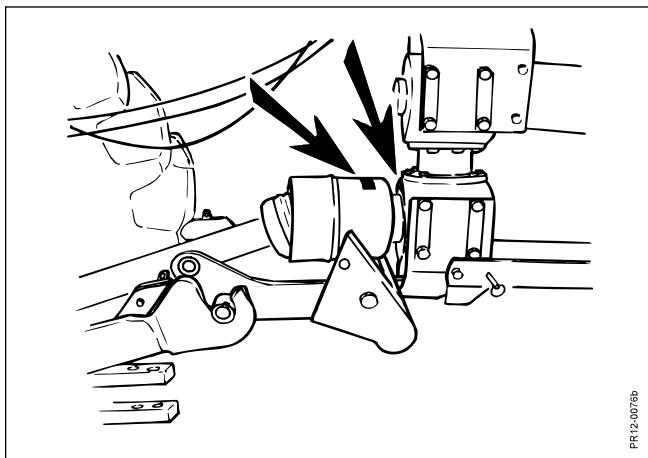

Fig. 2-5
**Fig. 2-5** Maskinen er bygget til at køre med 1000/540 omdrejninger/min. Kontroller derfor inden opstart af maskinen, at traktorens PTO-aksel kører med 1000/540 omdrejninger/min.